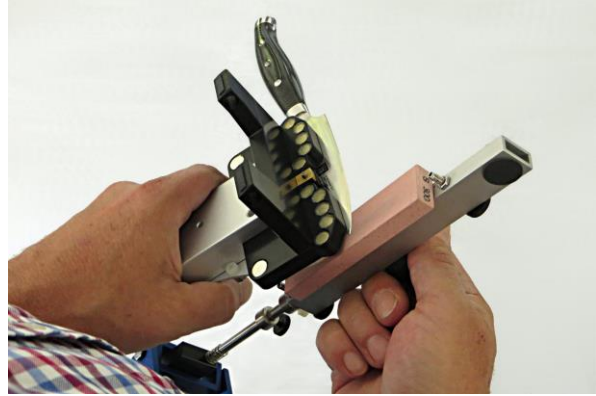

Abb. 7: Zum Schleifen der Klingenspitze kann das Gerät kopfüber in der Hand gehalten werden.
Tipp: Zum Schleifen von Rundungen und der Messerspitze kann das Gerät kopfüber in eine Hand genommen werden. Der Schleifstein wird dann am Bedienknopf (17) geführt. Dadurch kann die "Schleifspur" auf dem Stein (bzw. der Schleifpunkt auf der Schneide) genau beobachtet werden, was besonders an der Messerspitze hilft, den Stein nicht zu verkanten (siehe auch Abb. 7).